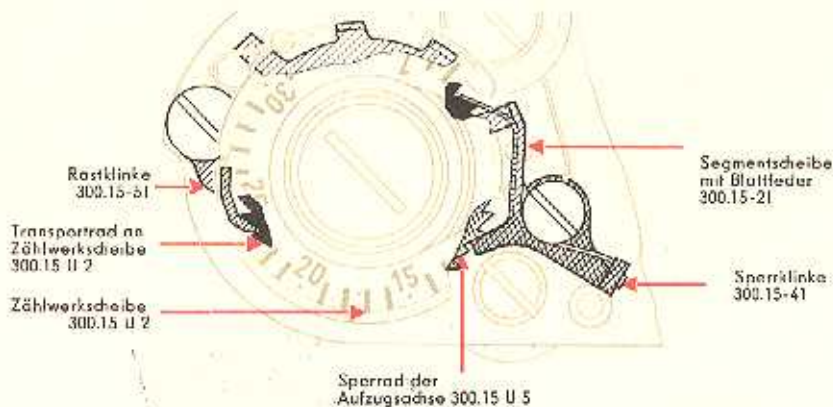

Abb. 12
9. **Zählwerk justieren** (s. Abb. 12).